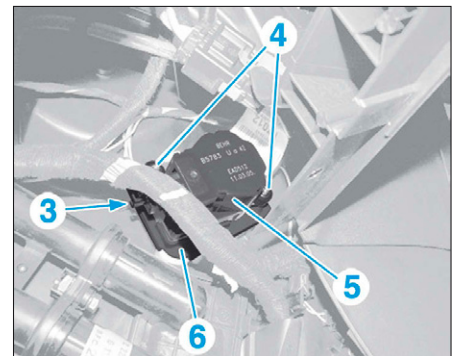

FIG. 28
- Débrancher le connecteur (3) (Fig.28).
- les vis (4),
- le servomoteur de volet de mixage (5) muni de la platine (6).